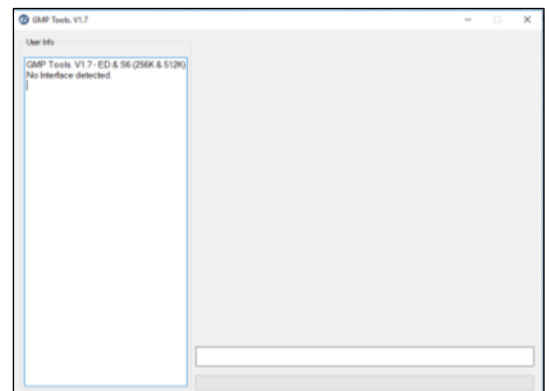

Abb. 2.7
- Das Programmsymbol GMPTool wird auf dem Desktop angezeigt. Um das Programm auszuführen, doppelklicken Sie auf das Symbol und das Programm öffnet sich (Abb. 2.7).